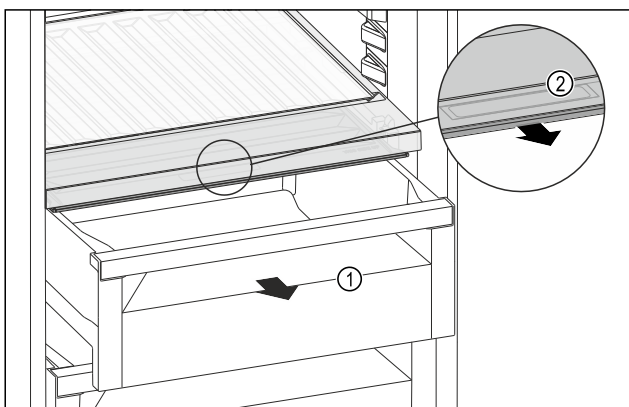

Fig. 159
- Schuifvak Fig. 159 (1) uittrekken.
- Greeplijst Fig. 159 (2) op het vakdeksel vastpakken en het vakdeksel gelijktijdig naar voren trekken.